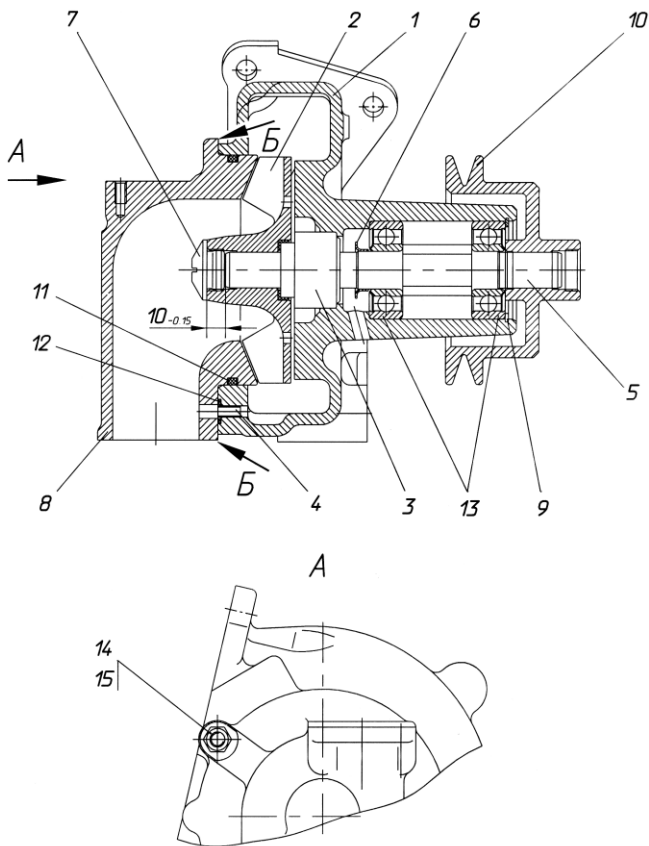

Рис. 13. Водяной насос:
5. Отвернуть гайки 14 (рис. 13) патрубка 8.
13. Выпресовать из корпуса 1 вал 5 с водосбрасывателем 6 и подшипниками 13 (см. рис. 13).
2. Напрессовать на вал 5 (рис. 13) подшипники 13 и водобрасыватель 6. При этом необходимо:
9. Напрессовать крыльчатку 2 в сборе с манжетой и уплотнительной втулкой на вал 5 (рис. 13). При этом необходимо:
- установить крыльчатку и вал в размер $10_{-0,15}$ мм (рис. 13) между торцом вала и торцом ступицы крыльчатки. Для этого необходимо при запрессовке установить на торец вала диск диаметром не более 13 мм и высотой $10_{-0,15}$ мм.